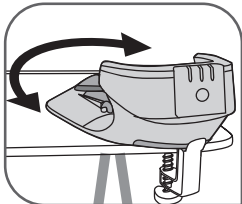

Fig.4
- Passen Sie den Winkel der Station auf dem Tisch an – fig.4. Aus Komfortgründen wird empfohlen, den Winkel der Station auf dem Tisch auf 45° einzustellen.